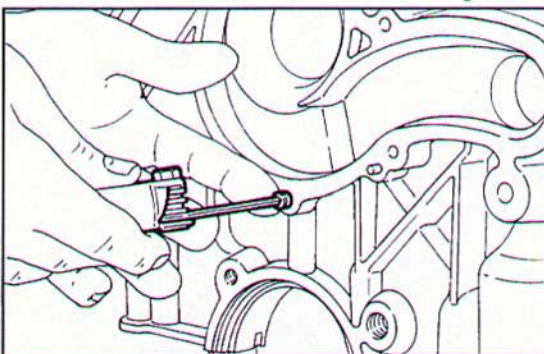

Fig. 95 ▼
- in caso di sostituzione del basamento, applicare alla vite di chiusura del foro condotto olio il sigillante Loctite 971, quindi avvitare in modo che non sporga dal piano di appoggio della pompa acqua, ma non a fondo, per evitare la chiusura del foro di lubrificazione testa cilindri (Fig. 95);
- if replacing the engine block, apply some Loctite 971 to the oil conduit closing hole, then tighten it until it does not protrude above the water pump support plane, but not all the way to avoid closing the cylinder head lubrication hole (Fig. 95);